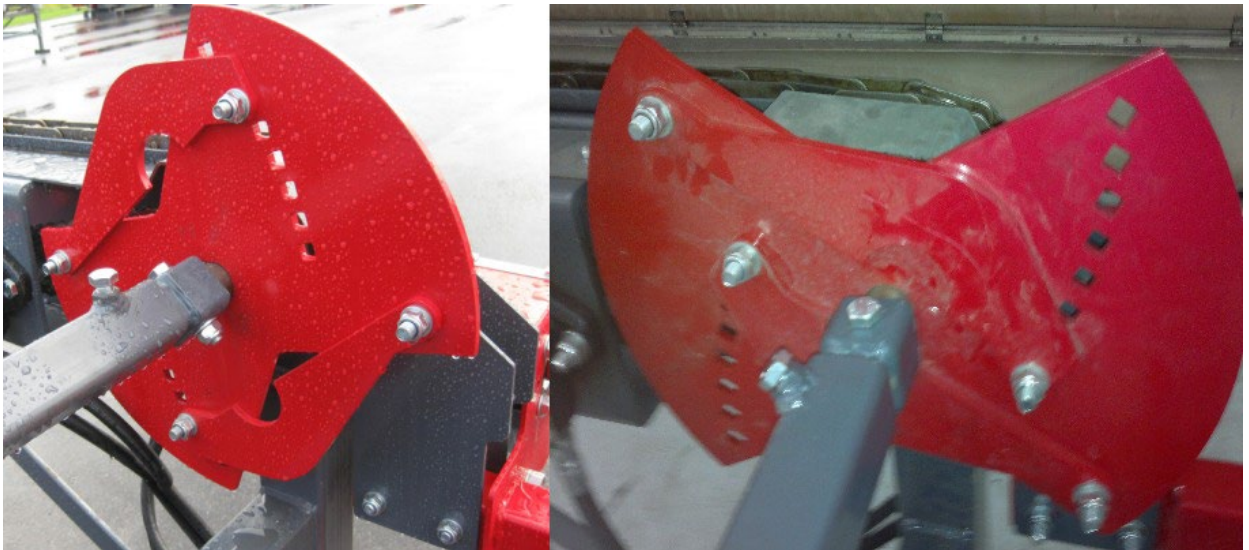

Bild 3. Matarskivan justerad för en liten och en stor stock
- ❑ Matarskivorna har justerbara skivor som kan justeras enligt stocken. Vid en större stock kan du justera matarskivans skåra så att den är djupare och vid en mindre stock grundare. Bild 3.